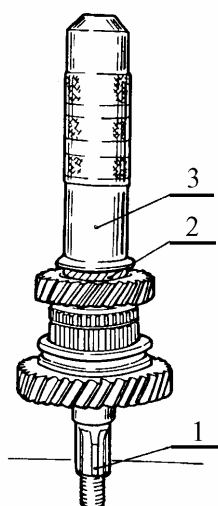

Рис.42. Напрессовка втулки шестерни на ведущий вал:
5.2.3 Напрессовать на ведущий вал 1, рис.42, втулку 2 шестерни (молоток, оправка А.70152).